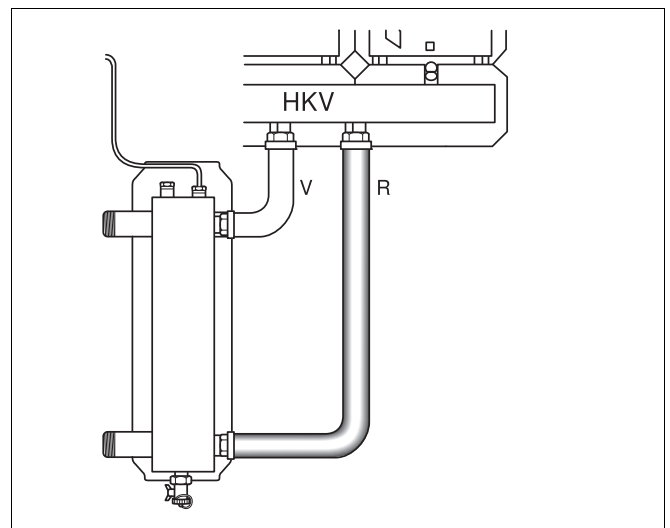

Рис. 9 Труба обратной линии
- Приверните накидную гайку трубы обратной линии (рис. 9, [R]) с уплотнением к обратной линии гребенки отопительного контура.